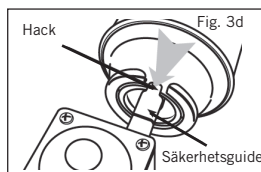

Fig. 3d
- Anslut patronen i horisontellt läge och se till att skåran är i linje med säkerhetsguiden (som visas i fig. 3d).